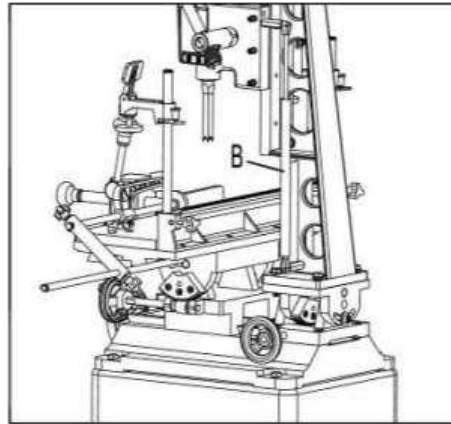

Fig5
2. La fig. 5 illustre le ressort à gaz (B) assemblé à la machine. Le ressort à gaz (B) maintient la tête en position haute.